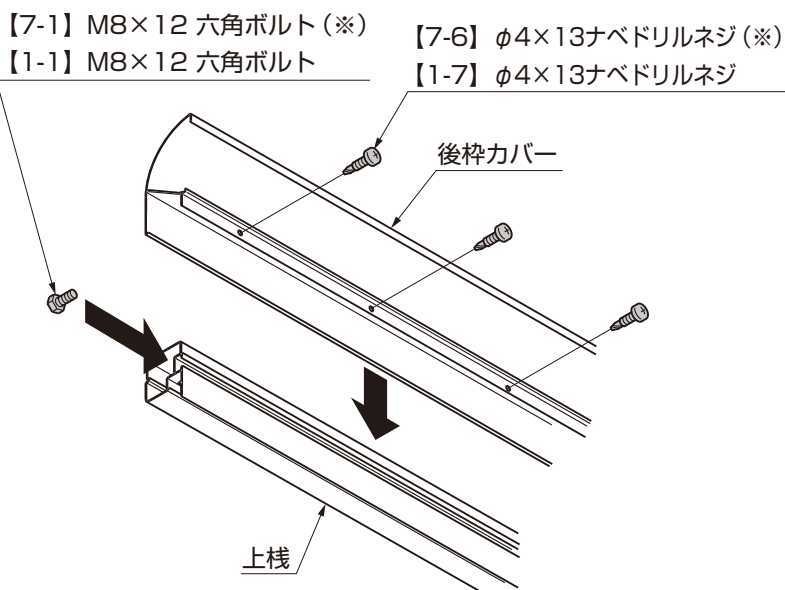

図4-1
- ①上棧に後枠カバーを組み、【1-7】で取付けてください。(図4-1参照)
- ②上棧に、柱・サイドパネル補助柱の本数だけ、【1-1】を差込んでください。(図4-1参照)